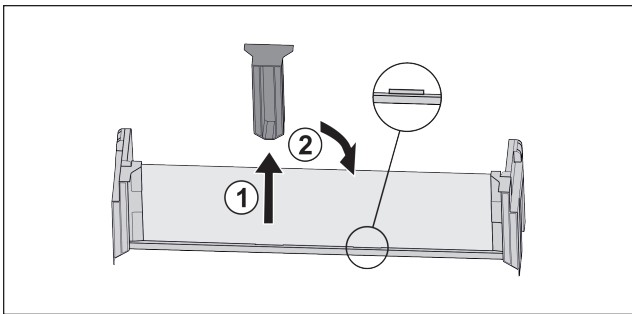

Fig. 26
- ▶ Middelste vasthoudeel lostrekken Fig. 26 (1).
- ▶ Middelste vasthoudeel in tweede positie inzetten Fig. 26 (2).